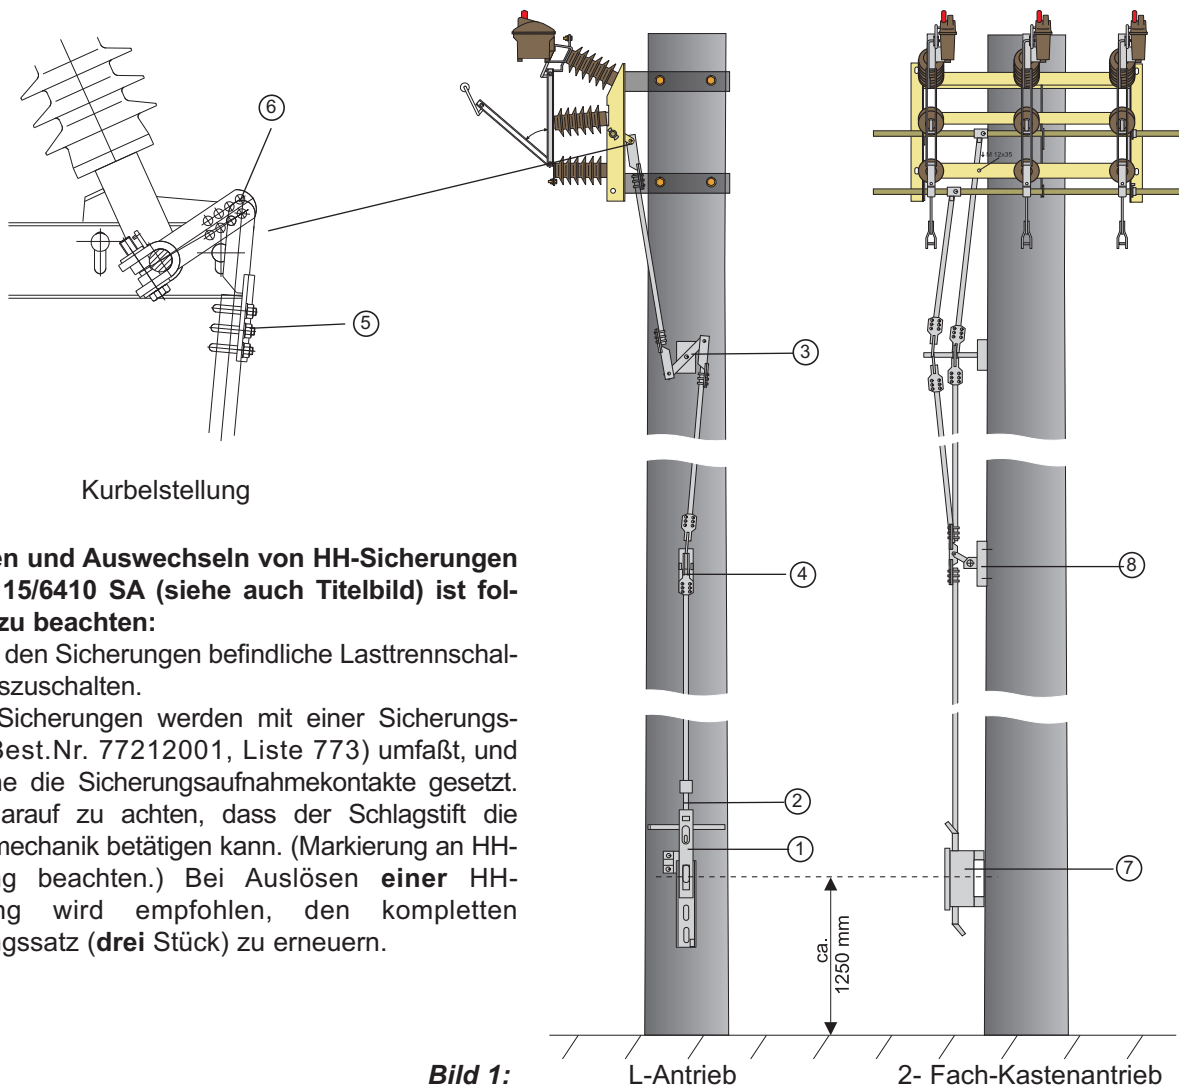

Bild 1:
4. Die Führung des Gestänges erfolgt je nach Mastlänge mit 1 oder 2 Zwischenlagern (4). Das vor dem Umkehrlager (3) zu montierende Zwischenlager ist mit einer Gelenkbüchse versehen, die ein seitliches Ausweichen des Gestängerohres ermöglicht. Dieses Zwischenlager ist mit einem roten Etikett gekennzeichnet. Die Befestigung am Mast erfolgt wie beim Umkehrlager.
5. Der Abstand zwischen Boden und Mitte Antriebskasten bzw. Antriebsbock sollte möglichst 1250 mm betragen (Bild 1).
8. Mechanische Spannungen im Gestänge sind durch Lösen der Klemmbügel an den Stangenköpfen (5) auszugleichen.
9. Durch die Bohrungen in der Klemmkurbel (6) ist eine Verstellmöglichkeit des Antriebsweges gegeben. (siehe Abb. Kurbelstellung)